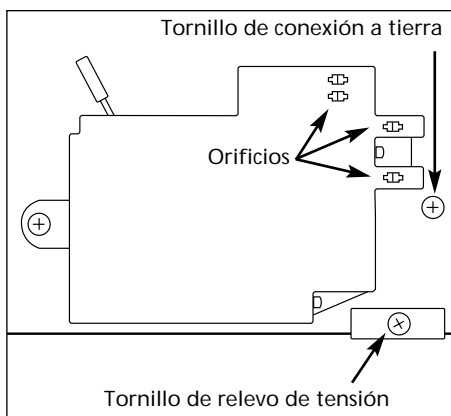

Figura 3
3. Ubique los orificios posteriores del presostato (Vea la Figura 3). Introduzca la punta de un desarmador pequeño dentro de estos orificios para sacar los alambres.
4. Desconecte el tornillo de conexión a tierra (Vea la Figura 3).
5. Desconecte el tornillo del relevo de tensión (Vea la Figura 3).